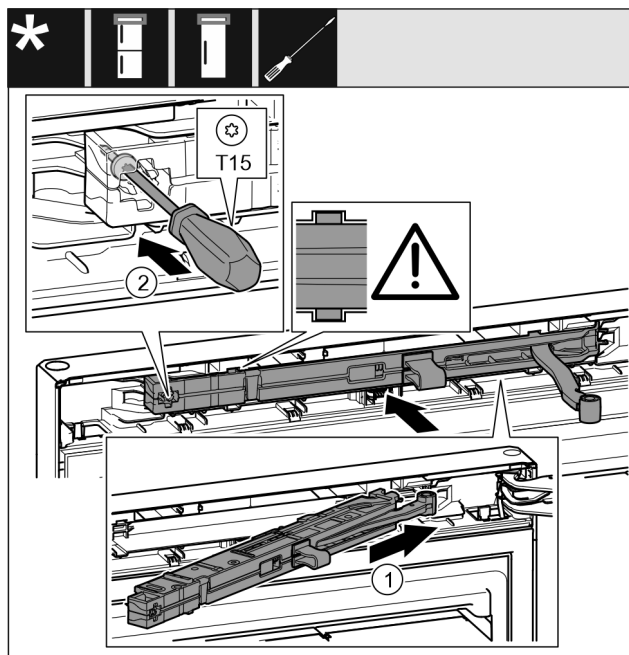

Fig. 24
- Inserire in diagonale l'unità dell'ammortizzatore di chiusura Fig. 24 (1) nel vano sul lato del blocco di supporto fino a battuta.
- Stringere la vite Fig. 24 (2) con un cacciavite.